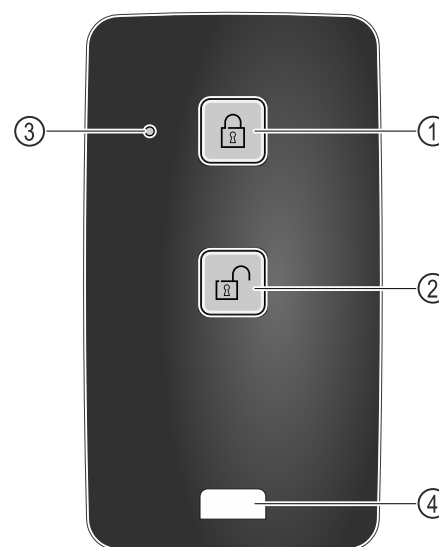

Fig. 218
- (1) Bloquear el cierre
- (2) Desbloquear el cierre
- (3) LED de estado
- (4) Anilla de fijación
- Pulsar el botón Fig. 218 (1) del mando a distancia.
- Pulsar el botón Fig. 218 (2) del mando a distancia.
- El LED de estado Fig. 218 (3) emite una señal visual al pulsarse el botón.
- Anilla Fig. 218 (4) para la fijación del mando a distancia, p. ej., en un llavero.